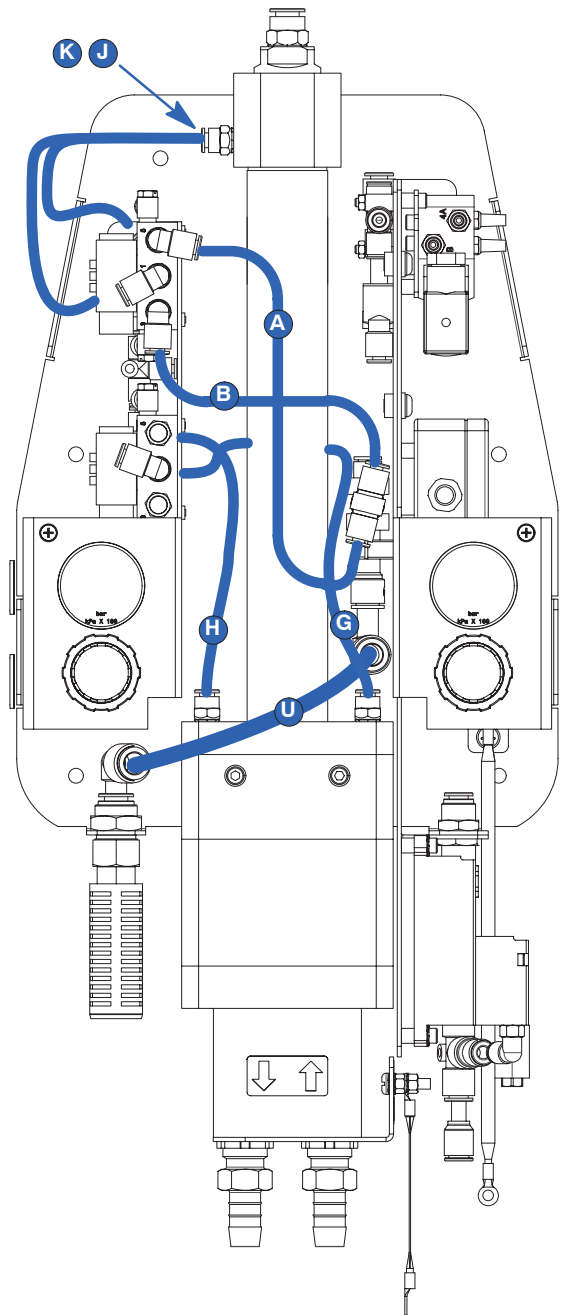
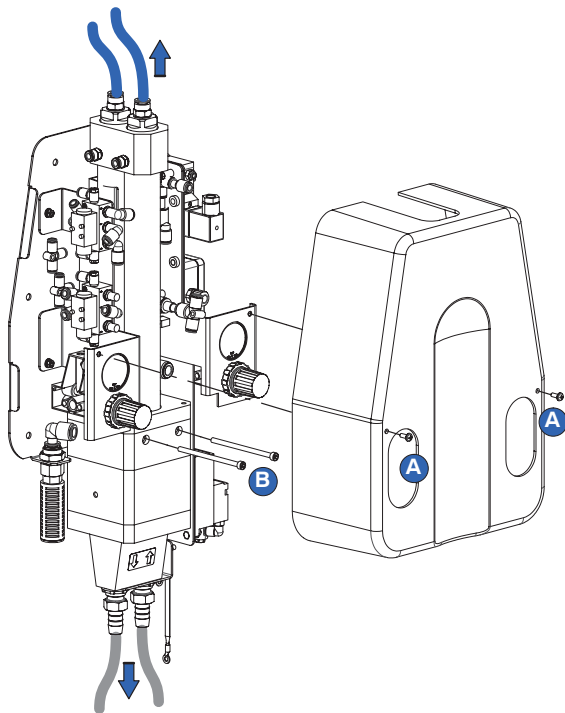

Figura 11 Desconexión de los tubos de aire
Figura 10 Extracción del conjunto de la bomba
1. Ver la figura 10. Desconectar las líneas de aire de purga desde la parte superior de la bomba.
3. Retirar los dos tornillos (A) y la cubierta de la bomba.
4. Ver la figura 11. Desconectar un extremo de cada uno de los siete tubos de aire indicados.
5. Ver la figura 10. Retirar los dos tornillos (B) que sujetan el conjunto de la bomba a la base. Retirar el conjunto de la bomba y colocarlo a una superficie de trabajo limpia.